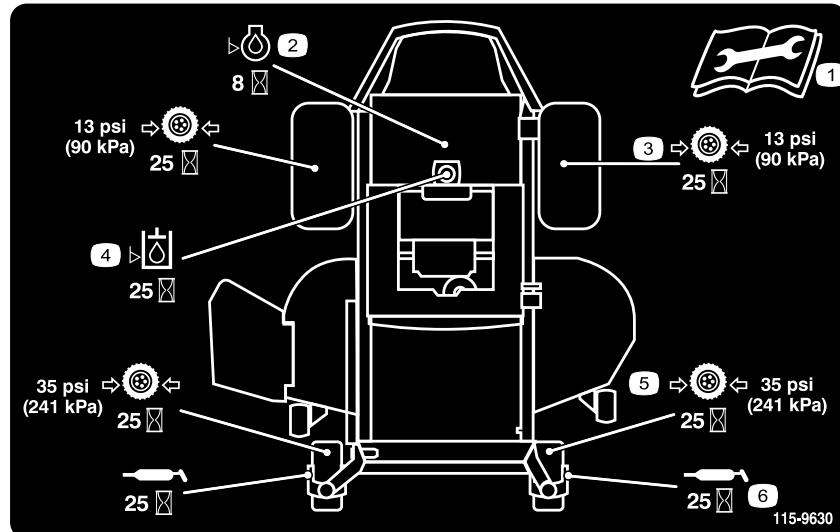
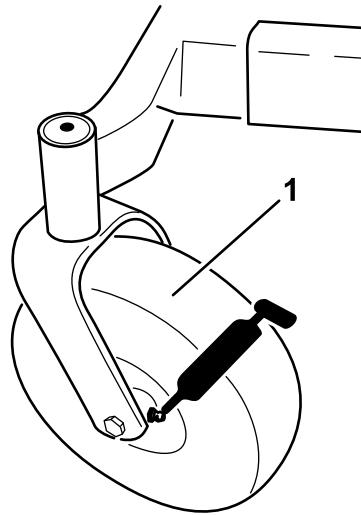

Figure 40
Figure 41
3. Nettoyez les graisseurs (Figure 41 et Figure 40) à l'aide d'un chiffon. Grattez la peinture qui pourrait se trouver sur les graisseurs.
4. Raccordez une pompe à graisse à chaque graisseur (Figure 40 et Figure 41). Injectez de la graisse dans les graisseurs jusqu'à ce qu'elle commence à sortir des roulements.